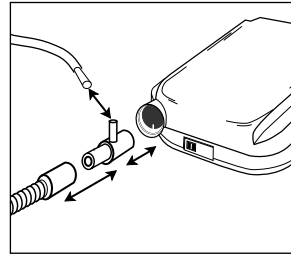

Figura 7
3. El oxígeno se inyecta en el suministro de aire conectando un extremo del tubo de oxígeno en el adaptador correspondiente y el otro extremo en la fuente del mismo **Figura 7**.